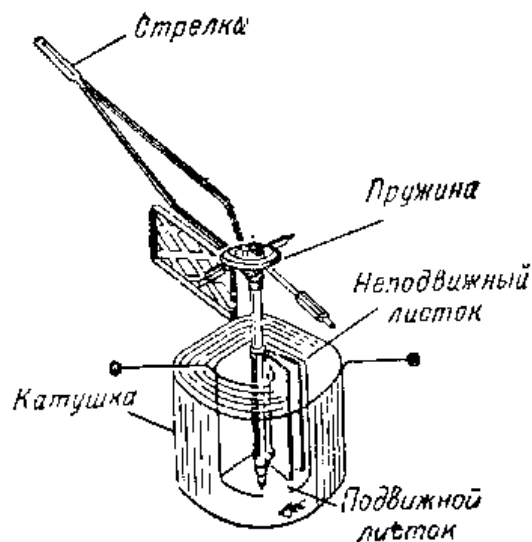

Рис. IV.16.
**Рис. IV.16.** Измерительный прибор с подвижным листком. Когда катушка прибора обтекается током, между двумя стальными листками возникают силы отталкивания. Один листок неподвижен, а другой может вращаться вокруг своей оси. При прохождении через катушку тока подвижный листок отклоняется.
на переменном токе, его необходимо снабдить выпрямительным устройством. Для измерения переменного тока низкой частоты обычно применяется прибор, получивший название измерительного прибора с подвижным сердечником. В данном измерительном приборе используется цилиндрическая катушка с двумя стальными сердечниками в виде листков (рис. IV.16). Такие приборы называют электромагнитными.